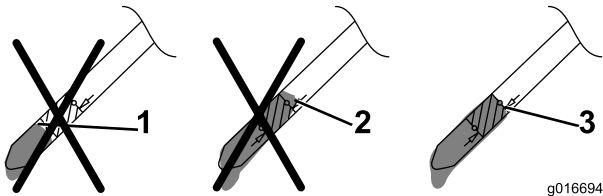

Bild 33
11. Nehmen Sie den Peilstab heraus und lesen Sie den Ölstand am Peilstab ab, siehe Bild 33.
- Füllen Sie bei einem zu niedrigen Ölstand **langsam** etwas Öl in den Öleinfüllstutzen: Wiederholen Sie die Schritte 9 bis 11, bis der Ölstand richtig ist, wie in Bild 33 dargestellt.